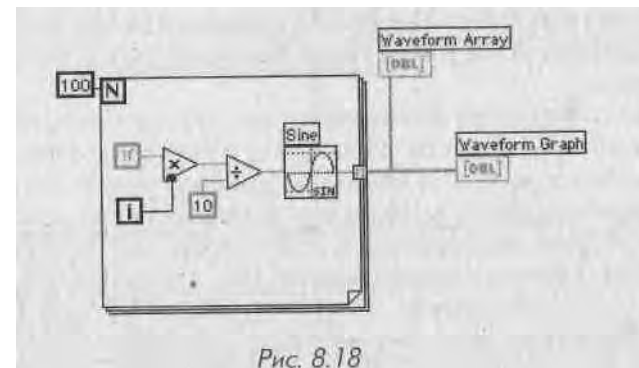

Рис. 8.18
задайте для осциллограммы начальное значение X и AX. Зачастую X_0 равно 0, а значение AX равно 1. В этих случаях вы можете подключить массив осциллограммы прямо к терминалу графика, как это показано на рис. 8.18, и воспользоваться значениями по умолчанию для AX и X_0 .
8. Вернитесь к окну блок-диаграммы. Удалите функцию **Объединить** и подключенные к ней константы, затем выберите функцию **Удалить неисправные проводники** (Remove Broken Wires) в меню **Правка** (Edit) или нажмите соответствующую клавишную комбинацию. Завершите подключение элементов блок-диаграммы (рис. 8.18).